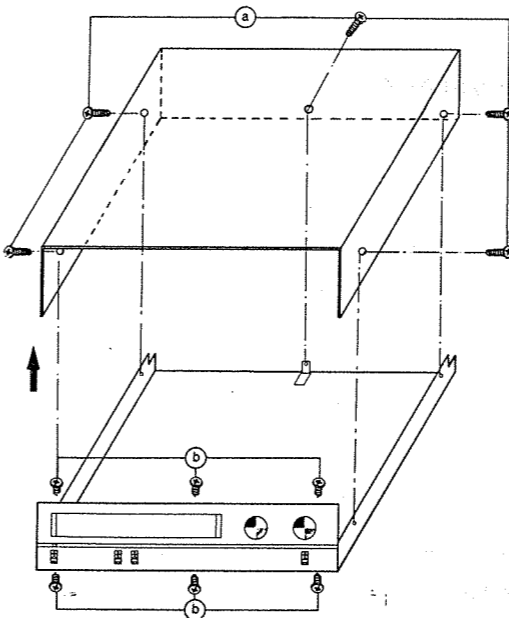

Abb. 1
- Gehäuseoberteil nach oben abheben (Abb. 1).
- Die Schrauben $\text{\textcircled{b}}$ herausdrehen (Abb. 1).